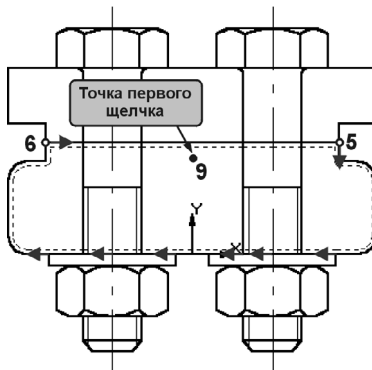

Рис. 39.34. Формирование границы обхода
- Укажите курсором точку вблизи геометрического элемента, с которого нужно начать обход будущей границы области штриховки. Для этого щелкните чуть ниже отрезка 5–6 (точка 9 на рис. 39.34).
- Сформируйте контур, как это показано на рис. 39.34.